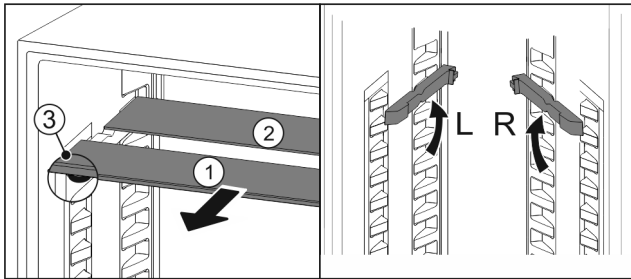

Fig. 73
- ▶ Vedä lasilevyt yksittäin etukautta ulos Fig. 73 (1).
- ▷ Koristelustalla varustettu lasilevy Fig. 73 (1) on edessä.
- ▷ Pysäyttimet Fig. 73 (3) osoittavat alaspäin.